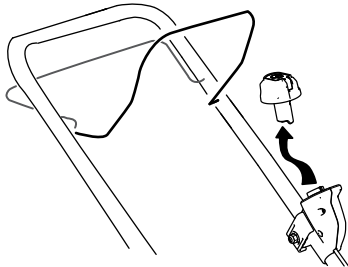

Figura 16
1. Retire el botón de arranque eléctrico (Figura 16).